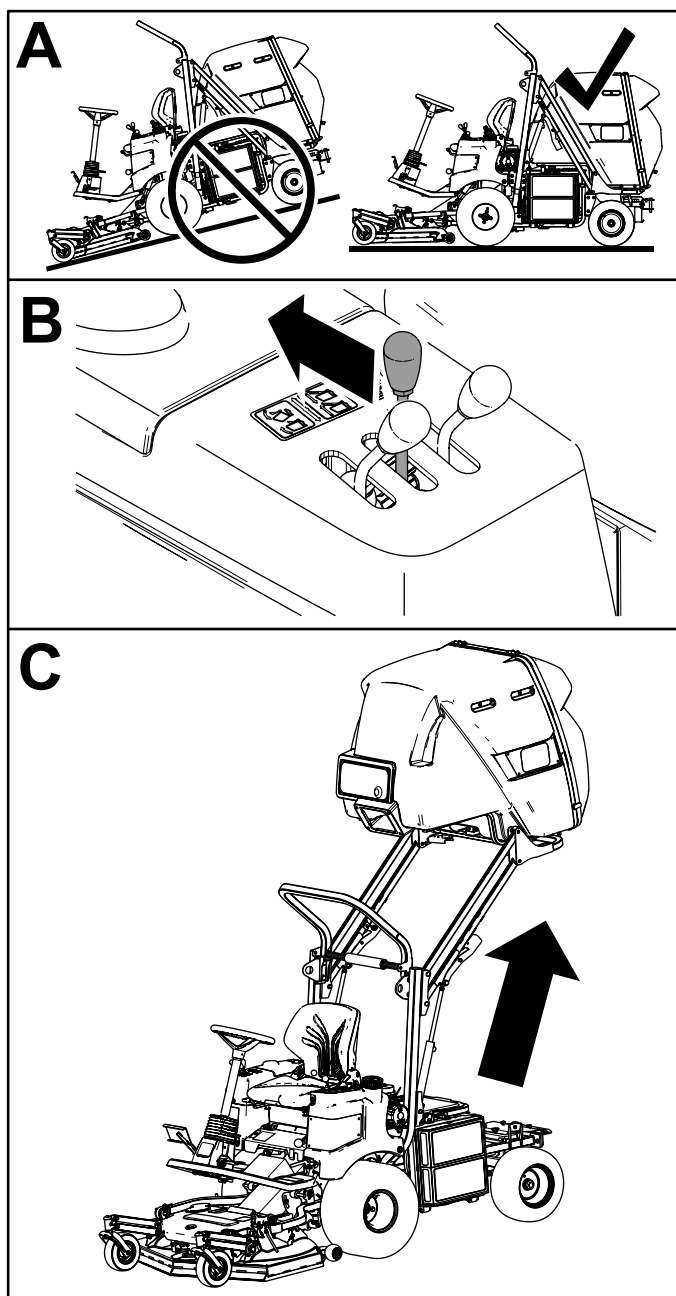

Figura 23
2. Per sollevare la tramoggia, spostate all'indietro la leva di sollevamento della tramoggia (Figura 23).